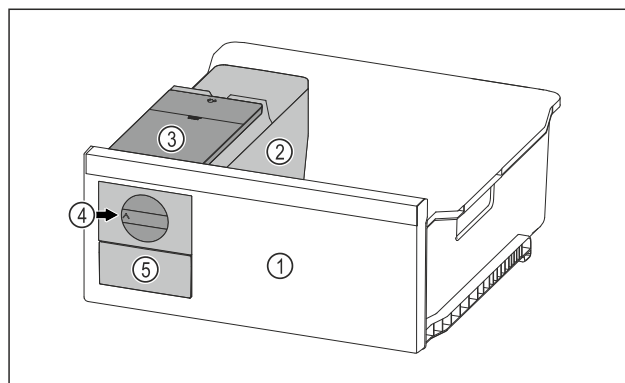

Fig. 125 Przykładowa prezentacja
- ▶ Pokrętko Fig. 125 (4) obrócić zgodnie z ruchem wskazówek zegara.
- ▷ Kostki lodu wypadają do pojemnika na kostki lodu w szufładzie na kostki lodu Fig. 125 (5). Jeżeli nie wszystkie kostki lodu zostaną zwolnione z pojemnika na kostki lody: